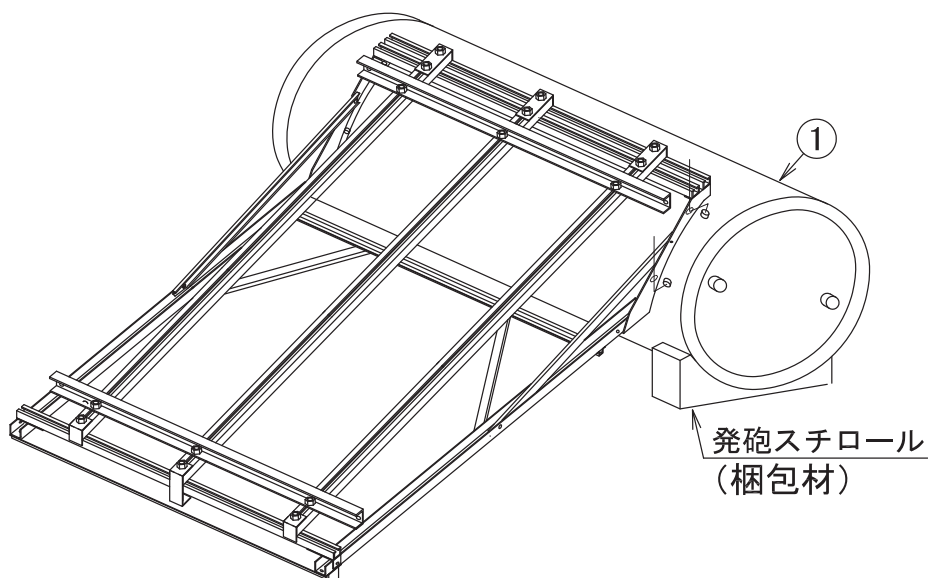

図5
(3) 貯湯槽の組立
- 図5 傾斜架台を貯湯槽①に乗せ、貯湯槽に取付けてあるボルトで組立てます。貯湯槽と傾斜架台のボルトを全て締付けてください。その後、本体を裏返しにして架台部の組立は終了です。